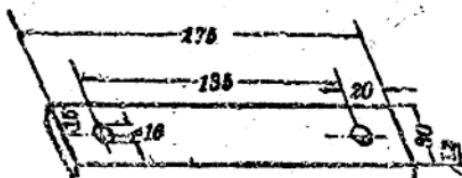

图 1-10 支架横板
**支架横板** 利用钢材经过刨床加工制成，它的主要用途，是用来固定支架，其尺寸和形状见图1-10。